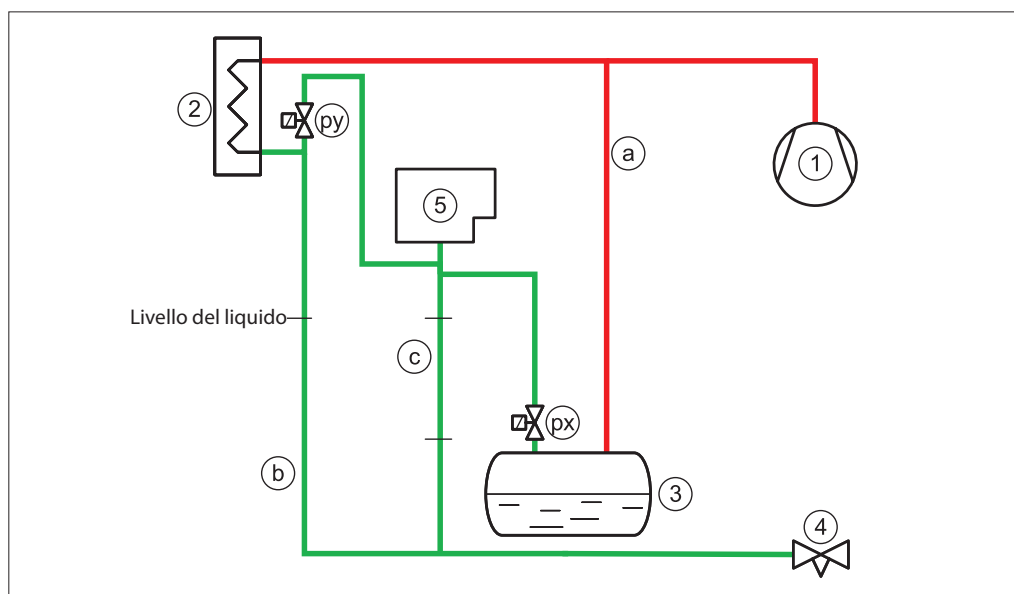
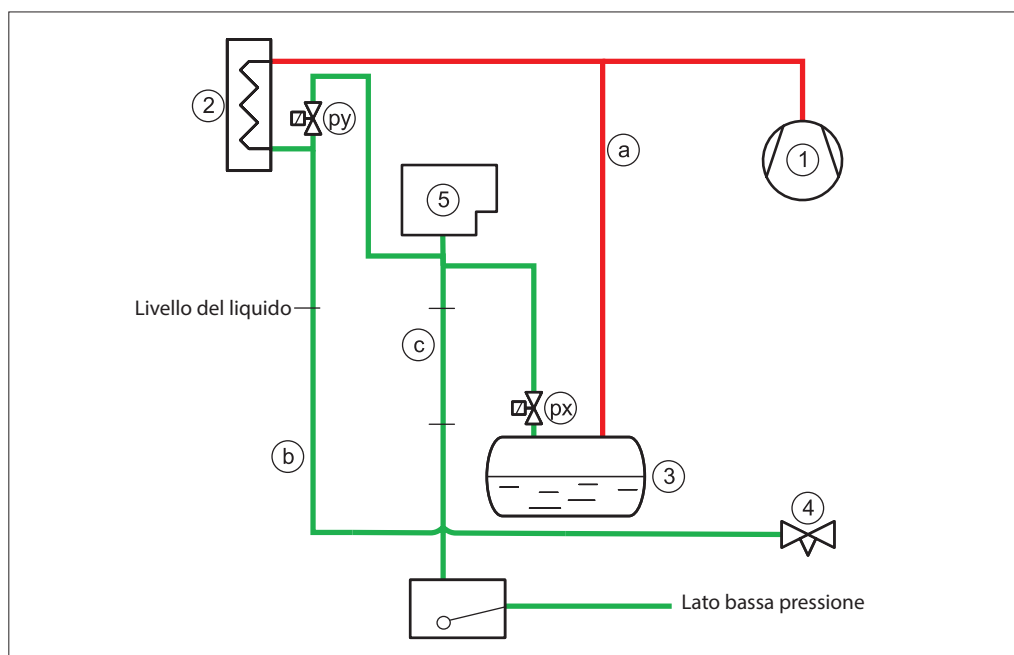

Fig. 6 Connessioni valvola spurgo aria (px) e (py). Le tubature di scarico (c) devono essere verticali/inclinazione verso il basso
Fig. 7 Connessioni valvola spurgo aria (px) e (py). Le tubature di scarico (c) devono essere verticali/inclinazione verso il basso
I punti corretti per il collegamento della valvola spurgo aria all'impianto ad ammoniaca sono: (vedere Fig. 6 e Fig. 7)
efficiente tramite una valvola a galleggiante HP (6) sul lato bassa pressione (vedere Fig. 7).